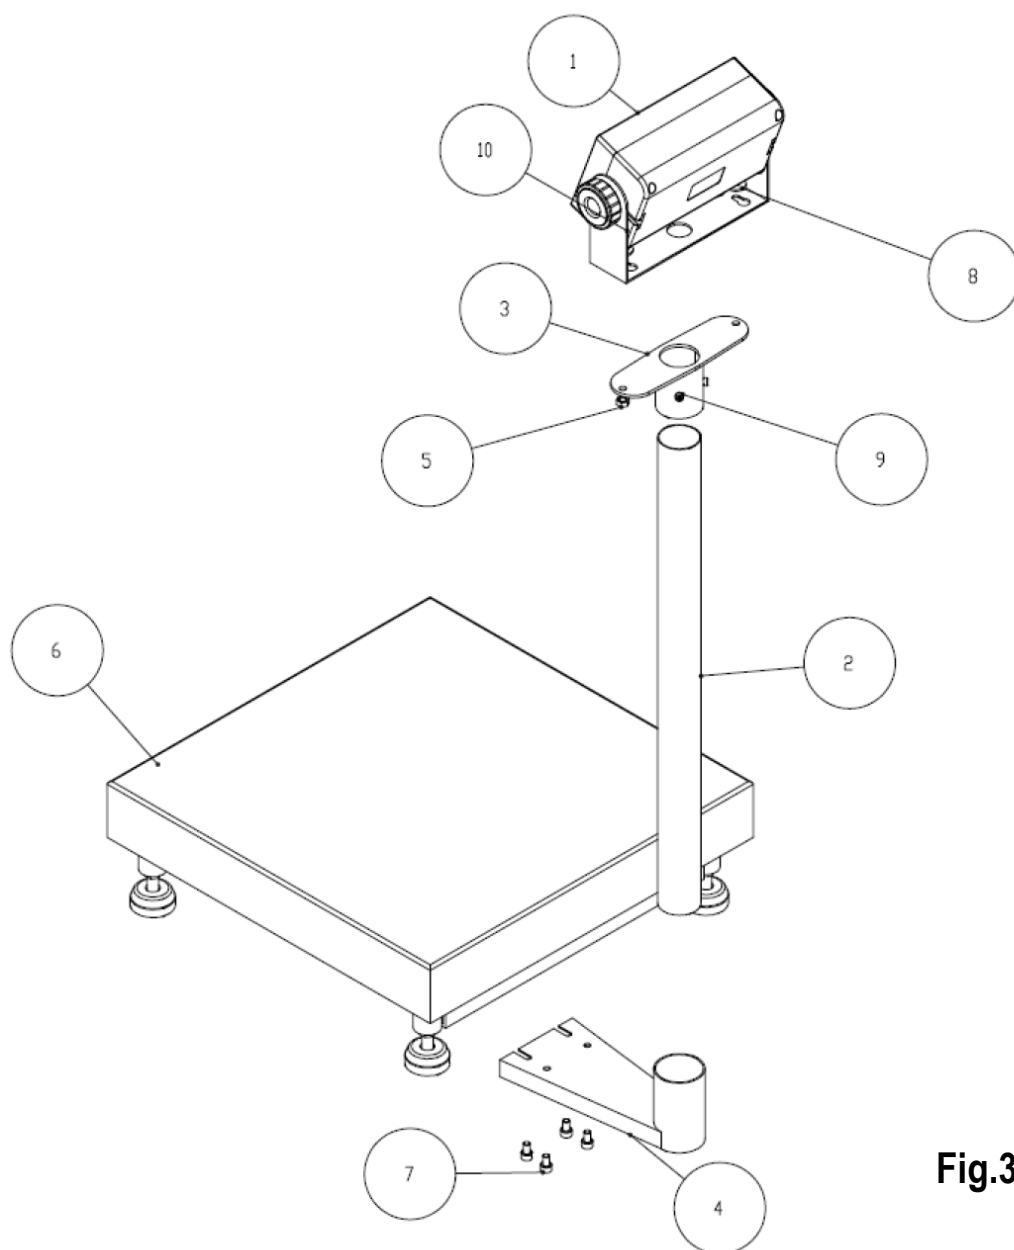

Fig.3
2.3 MONTAGGIO PB+PBCL...+PBCLST+DFWL (WALL-E) (FIG.3)